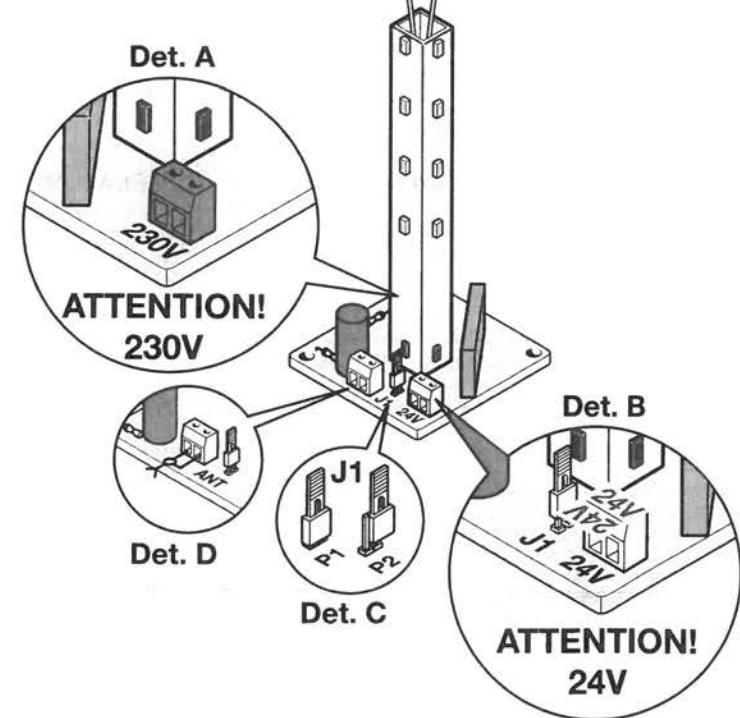

Fig. 3
- Carry out the electrical connection to the circuit fig. 3:
- Effectuer les branchements électriques au circuit fig. 3:
- Llevar a cabo las conexiones eléctricas en el circuito fig. 3:
- Führen Sie die elektrischen Anschlüsse an den Schaltkreis Abb. 3 aus.